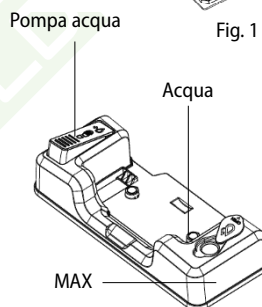

Fig. 2
2. Prima di procedere all'uso togliere il tappo del contenitore e riempirlo con l'acqua distillata (Fig. 2). Rispettare il livello massimo dell'acqua indicato dalla tacca MAX che si trova al lato del contenitore per l'acqua (Fig. 2).
3. Bagnare il mocio (17) premendo ripetutamente la pompa acqua sul contenitore per l'acqua. Per maggiore efficacia della pulizia il mocio va inumidito prima dell'uso.